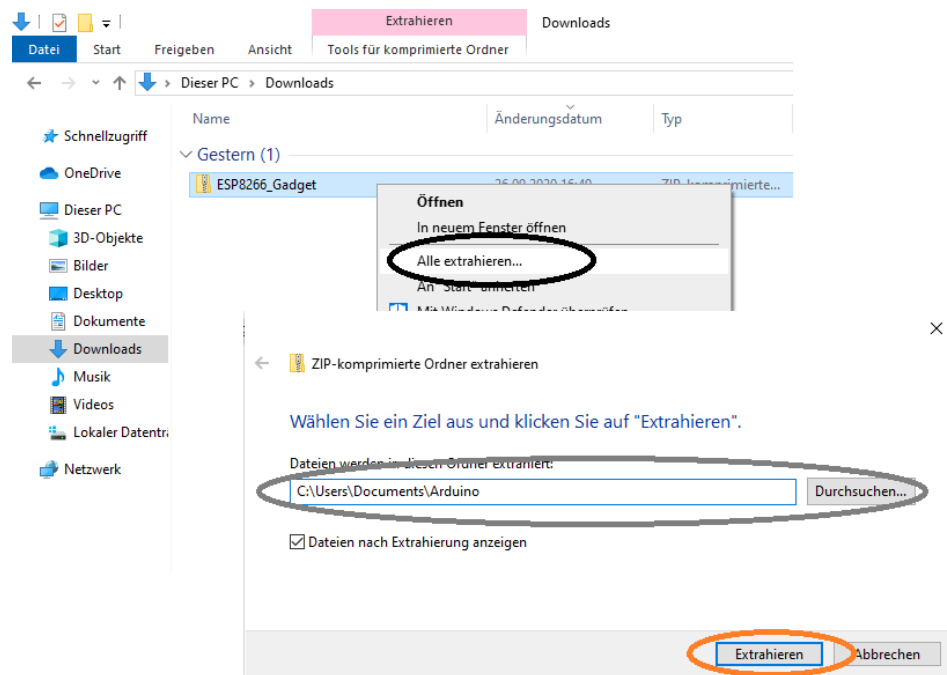

Abbildung 6.9: Programm: Entpacken der Datei
- 4.2 Datei unter - Dokumente - im Ordner Arduino entpacken. (Abb. 6.9)